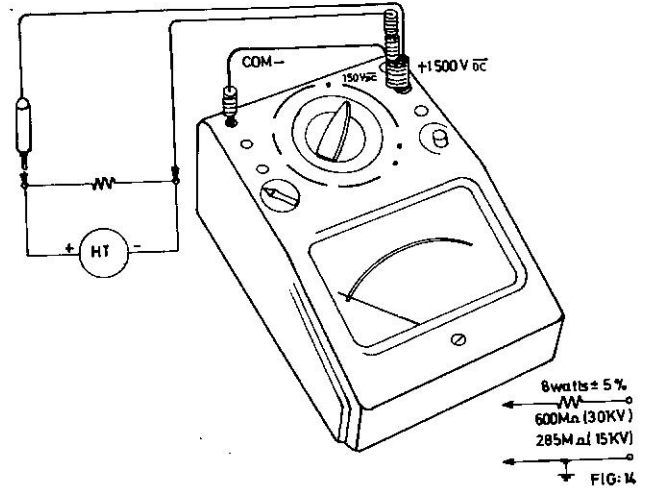

FIG. 14
- Effectuer le branchement conformément à la figure 14.